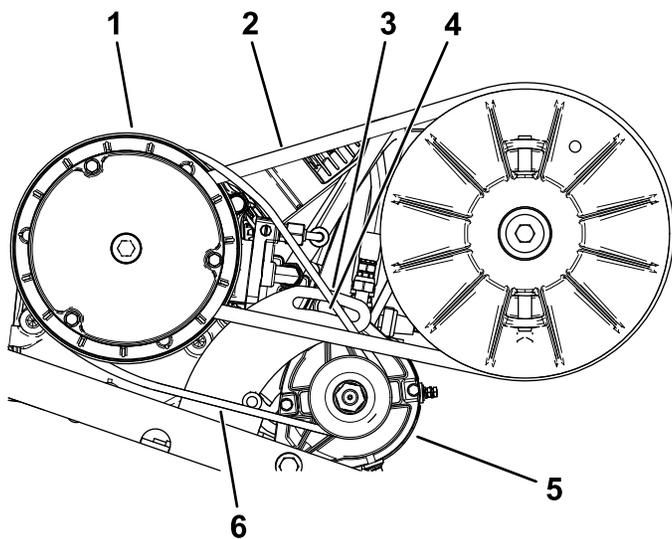

Bild 67
2. Lösen Sie die Drehmutter für den Startergenerator (Bild 67).
4. Drücken Sie das Stemmeisen nach unten, um den Starter nach unten im Schlitz zu drehen, bis die Riemen Spannung nur eine Riemen durchbiegung von 6 mm erlaubt, wenn Sie eine Kraft von 44 N·m aufbringen (Bild 67).
5. Ziehen Sie die Drehmutter mit der Hand an und entfernen das Stemmeisen (Bild 67).